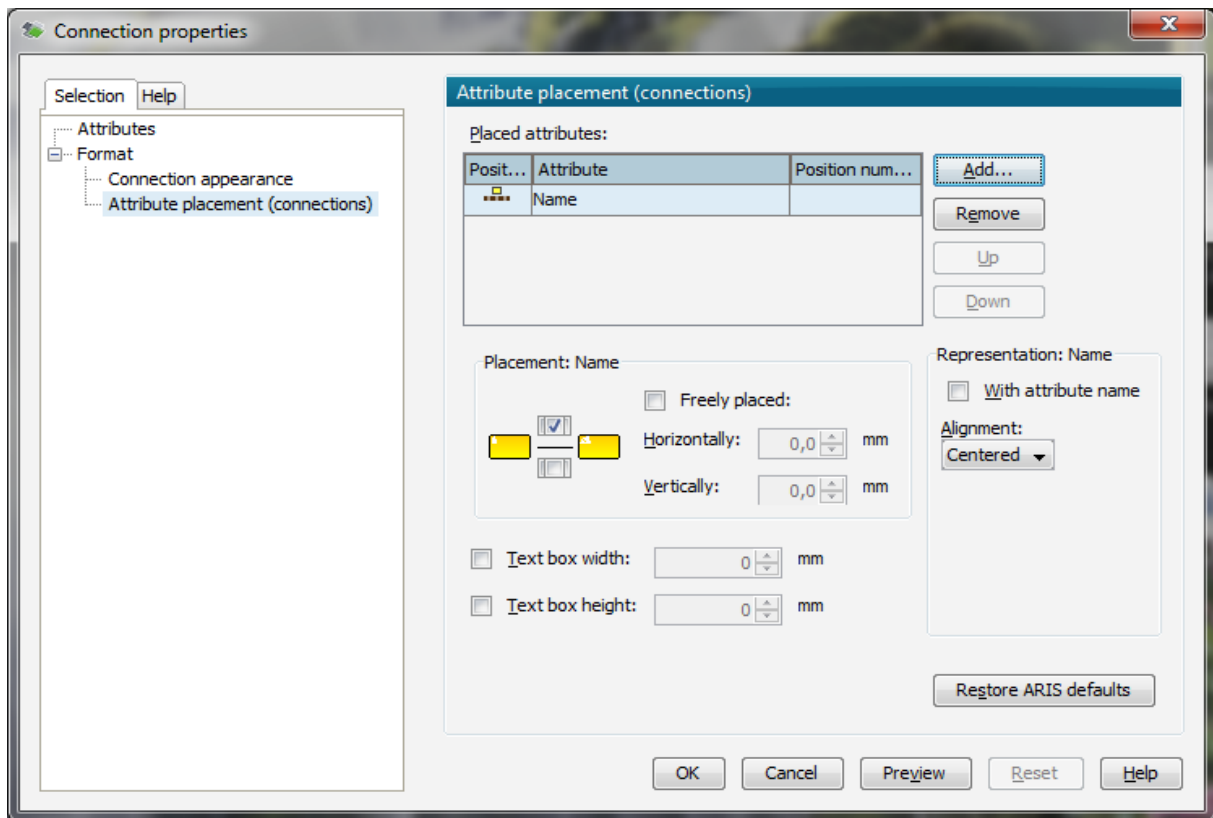

Рис. 2.10. Визначення місця розташування на схемі ролі зв'язку
6. Для того, щоб назва зв'язку відобразилась у моделі, потрібно у вкладці **Attribute Placement (connections)** натиснути кнопку **Add**, вибрати атрибут **Name**, потім поставити прапорець у тому місці зв'язку, де ви хочете її розмістити (рис. 2.10).